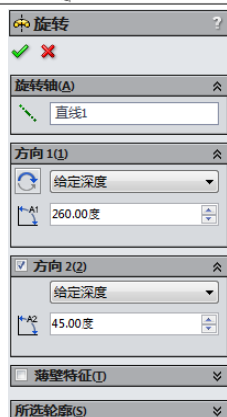

图 3-27 旋转类型为“双向”及其预览效果
(3) 两个方向。从草图基准面以顺时针和逆时针两个方向生成旋转特征，两个方向旋转角度为属性管理器中设定的值。图 3-27 所示旋转类型为“两个方向”，方向 1 旋转角度为 260 度，方向 2 的旋转角度为 45 度时的属性管理器及其预览效果。